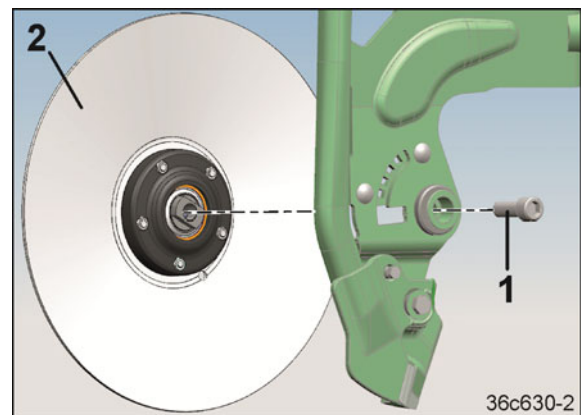

Bild 307
2. Lossa cylinderskruven 16X 45 (Bild 307/1)
3. Demontera plogristtallriken (Bild 307/2).
7. Sätt dit plogristtallriken (Bild 307/2).
8. Sätt dit cylinderskruven 16X 45 (Bild 307/1) och dra åt